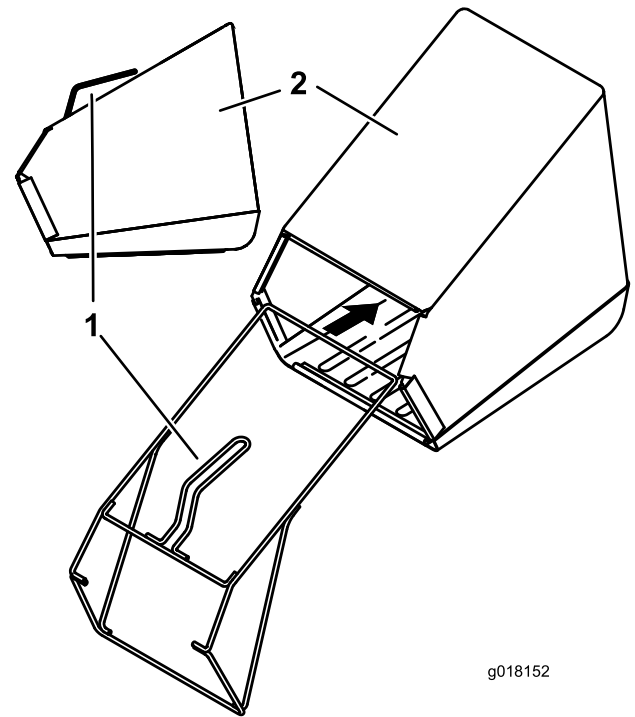

Bild 4
1. Setzen Sie den Rahmen in den Fangkorb ein; der Griff muss über dem Fangkorb sein (Bild 4).